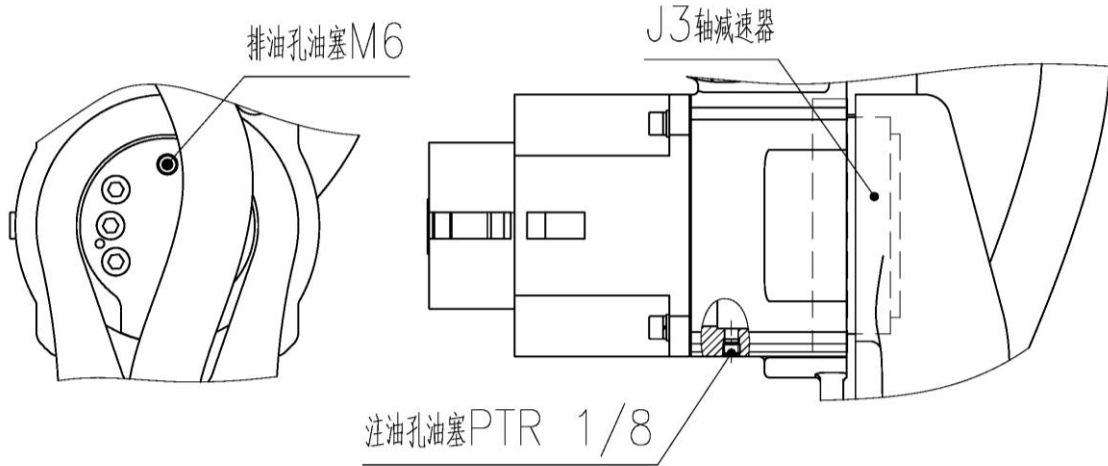

图 23 J3 轴减速机局部结构
(1) 油脂补充步骤（参考图 23）
- ④ 安装排油孔油塞前，低速运转 J3 轴几分钟，使多余的油脂从排油孔排出；
- ⑤ 用布擦净从排油孔排出的多余的油脂，在排油孔安装油塞。油塞的螺纹处要缠生胶带并用扳手拧紧。
(2) 油脂更换步骤（参考图 23）